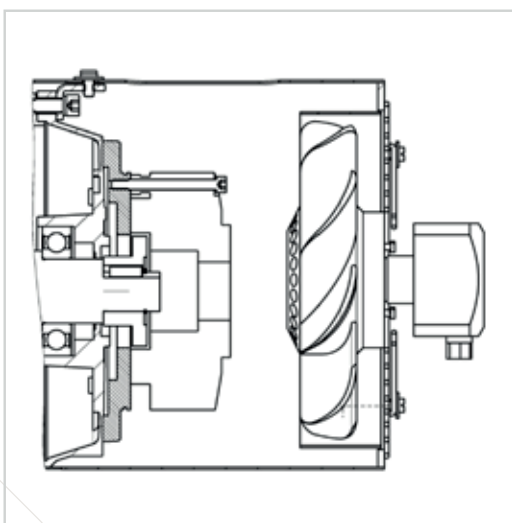

Рис. 9. Двигатели АДЧР112-355 «ТВ»
- с тормозом и принудительной вентиляцией – модификация «ТВ» (рис. 9 и 10);